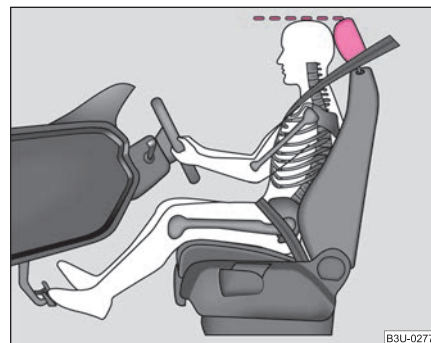

Fig. 137 Reglarea corectă a înălțimii tetierei
- Reglați tetierele astfel încât marginea superioară a tetierei să se afle la aceeași înălțime cu partea superioară a capului dvs. ⇒ **fig. 137**.
- Reglați tetierele astfel încât marginea superioară a tetierei să se afle la aceeași înălțime cu partea superioară a capului dvs. ⇒ pagina 151, fig. 137.
- Reglați tetierele astfel încât marginea superioară a tetierei să se afle la aceeași înălțime cu partea superioară a capului dvs. → pagina 151, fig. 137.